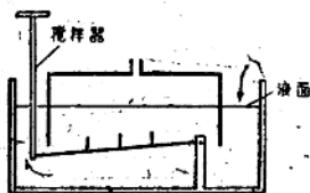

图5 升降搅拌
(1) 升降式——攪拌器的立柱，嵌紧在发酵間一端頂盖与池底之間，作为支点。攪拌器的另一部分由出料閘伸出。通过杠杆作用，上下升降起攪拌作用，这种攪拌器攪拌幅度較小(图5)。